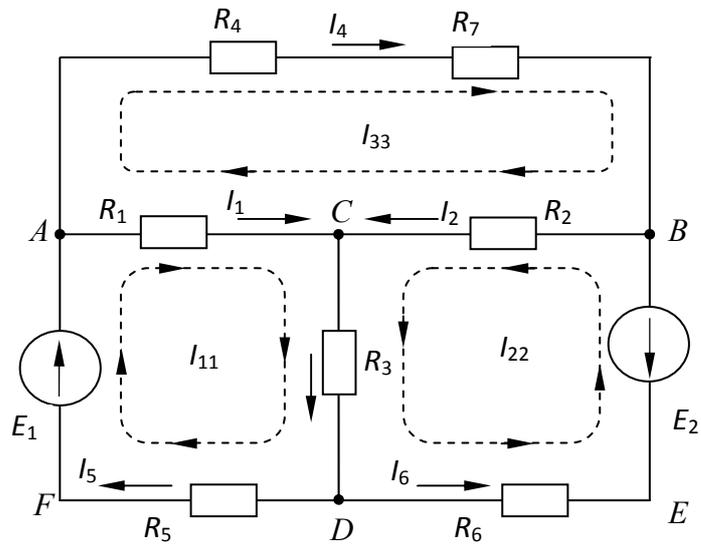

Рис. 2.3. Схема стенда для исследования электрических цепей постоянного тока
На лабораторном стенде представлена схема электрической цепи (рис. 2.3), включающая в себя два источника ЭДС и шесть резистивных элементов, номиналы которых можно легко прочитать, т. к. надписи на сопротивлениях обращены к студенту. Буква  $E$  в обозначении означает [Ом]. Например, при надписи  $51E$  сопротивление резистора равно 51 Ом, при надписи  $2K$  сопротивление резистора 2 кОм = 2000 Ом. Выпишите номиналы резисторов в табл. 2.1.
Исходные данные к расчетной схеме (рис. 2.3)
1. Изучите теорию методов расчета электрических цепей, порядок выполнения данной работы, ознакомьтесь с лабораторным стендом и электрической схемой цепи (рис. 2.3). Ответьте на контрольные вопросы и получите допуск у преподавателя на выполнение данной работы.
2. Проведите топологический анализ схемы электрической цепи лабораторного стенда (рис. 2.3). Сколько в этой схеме замещения ветвей ( $m$ ), узлов ( $n$ ), контуров и независимых контуров ( $N_k$ )?
3. Задайтесь условно-положительными направлениями токов ветвей  $I_1, I_2, I_3, \dots, I_6$  и произвольно выберите независимые контуры, обозначив стрелками направления условных контурных токов в них  $I_{11}, I_{22}, I_{33}$ , как показано на рис. 2.3.
5. По величинам условных контурных токов определите истинные токи в ветвях схемы (рис. 2.3). Результаты расчетов занесите в табл. 2.3 под буквой «Р» (расчет).
в ветвях электрической цепи (рис. 2.3)
8. Проведите расчет токов схемы рис. 2.3, используя метод наложения, т. е. поочередно исключая одну из ЭДС. Результаты расчетов при действии только одной из ЭДС занесите в табл. 2.3. В этой же таблице покажите истинный (суммарный от действия ЭДС1 и ЭДС2). Результаты расчетов падений напряжений на резисторах от действия каждой ЭДС в отдельности и в целом занесите в табл. 2.4.
на резистивных элементах электрической цепи (рис. 2.3)